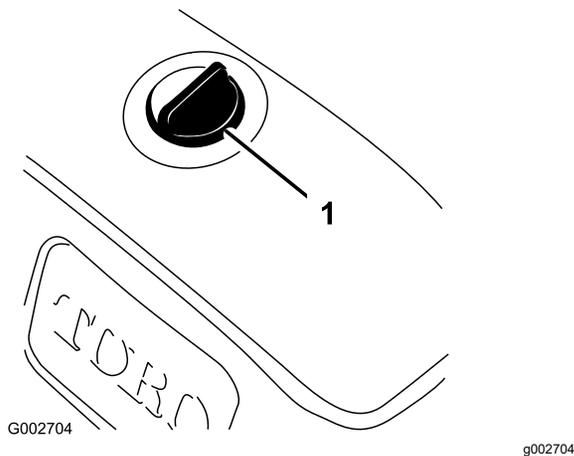

Figure 43
3. Nettoyez la surface autour du bouchon du réservoir hydraulique pour éviter que des impuretés ne tombent dans le réservoir (Figure 43).